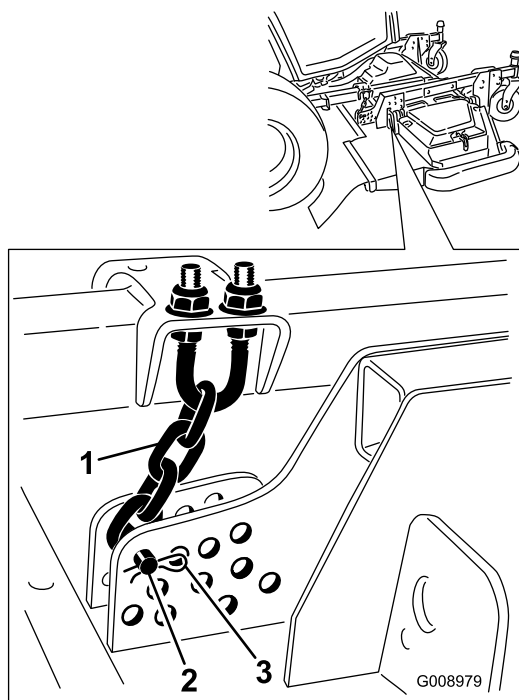

Figure 25
5. Enlevez la goupille fendue et l'axe de chape qui fixent les chaînes de hauteur de coupe à l'arrière du plateau de coupe (Figure 25).